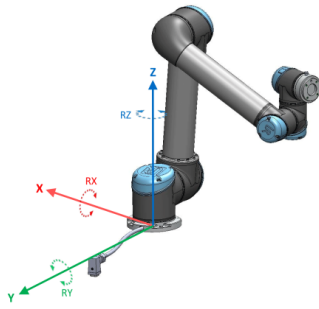

Figura 13.1: Recurso de base
- *Recurso Base:* localizado com origem no centro da base do robô (veja a figura 13.1)